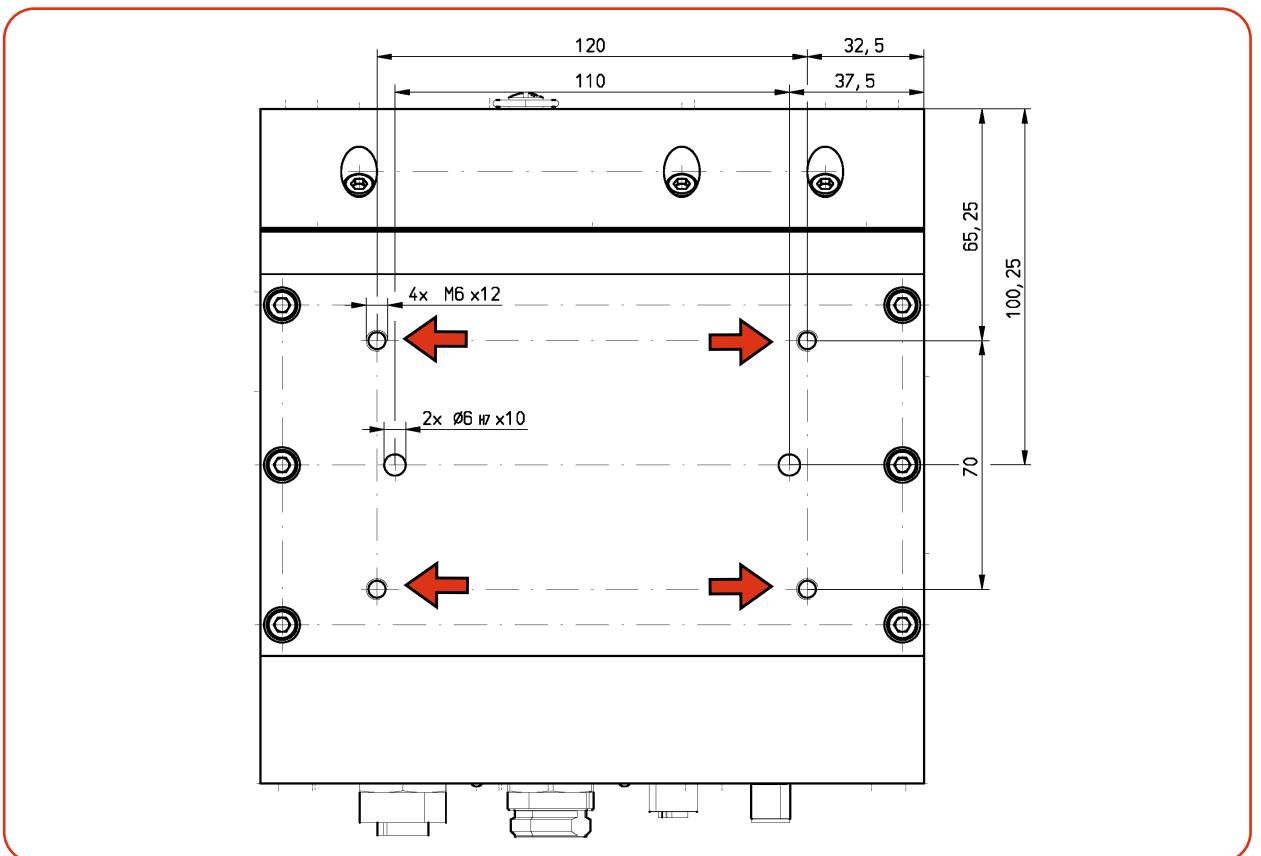
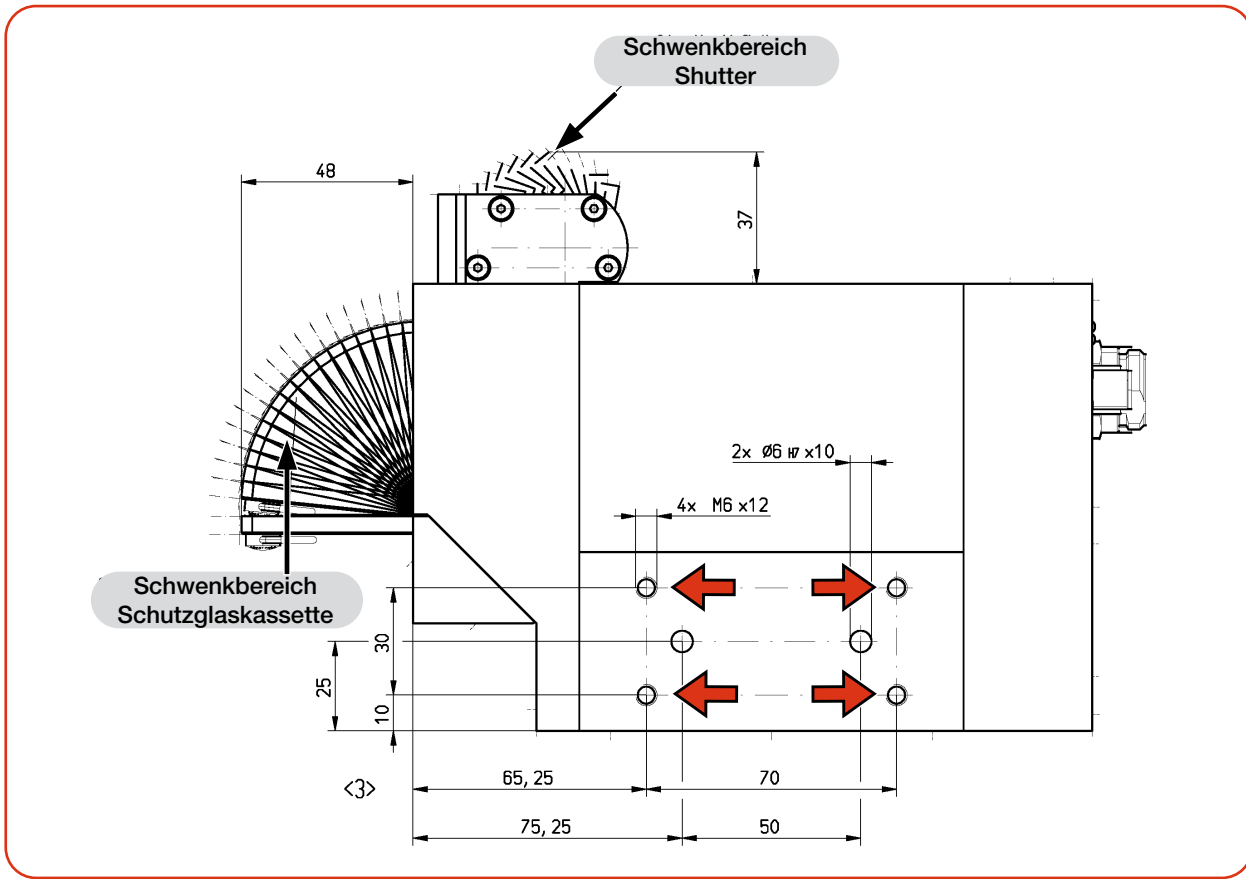

Abb. 6.2: Befestigungsbohrungen im Boden (Ansicht A)
Abb. 6.3: Befestigungsbohrungen in der Seitenwand (Ansicht B)
Im Boden des Gehäuses (A) und in der Seitenwand (B) befinden sich jeweils vier Befestigungsgewinde M6x12 für die Befestigung auf einer kundenseitigen Halterung (siehe Abb. 6.2 und Abb. 6.3). Befestigen Sie das Gehäuse mit 4 Schrauben M6. Wir empfehlen Schrauben der Festigkeitsklasse 8.8 und ein Anziehdrehmoment von 35 Nm.